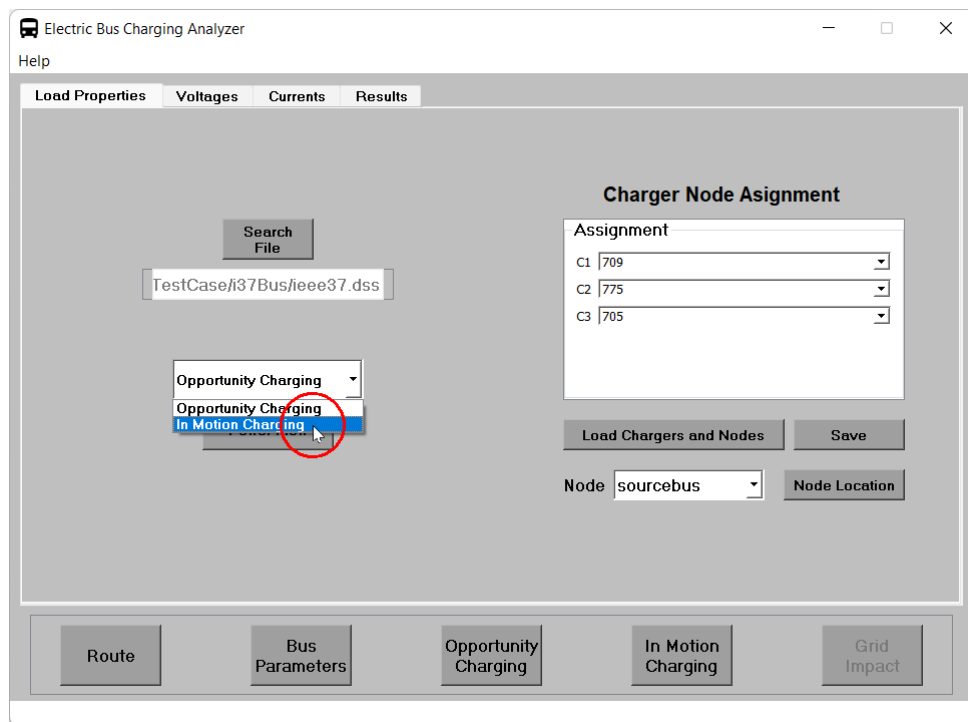

Figura 68: Seleccionar otro tipo de recarga.
19. Seleccionar **In Motion Charging** en la barra desplegable tal como se muestra en la figura 68.